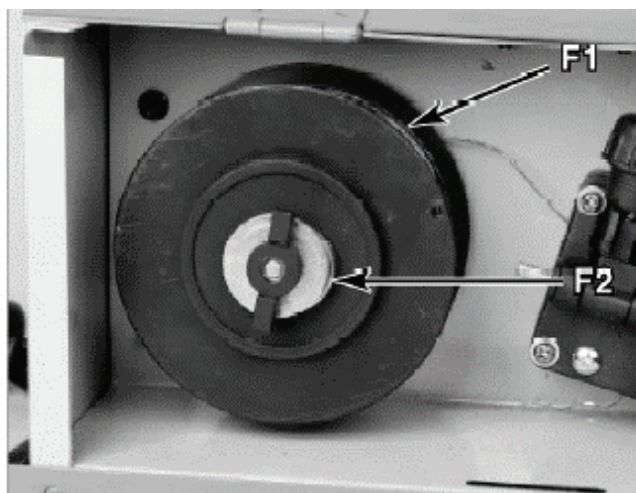

Рис. 3. Установка катушки с проволокой.
1. Откройте дверцу сварочного аппарата и снимите барашковую гайку и проставку (рис. 3, F2) со шпинделя катушки.
2. Установите катушку (рис. 3, F21) на вал.